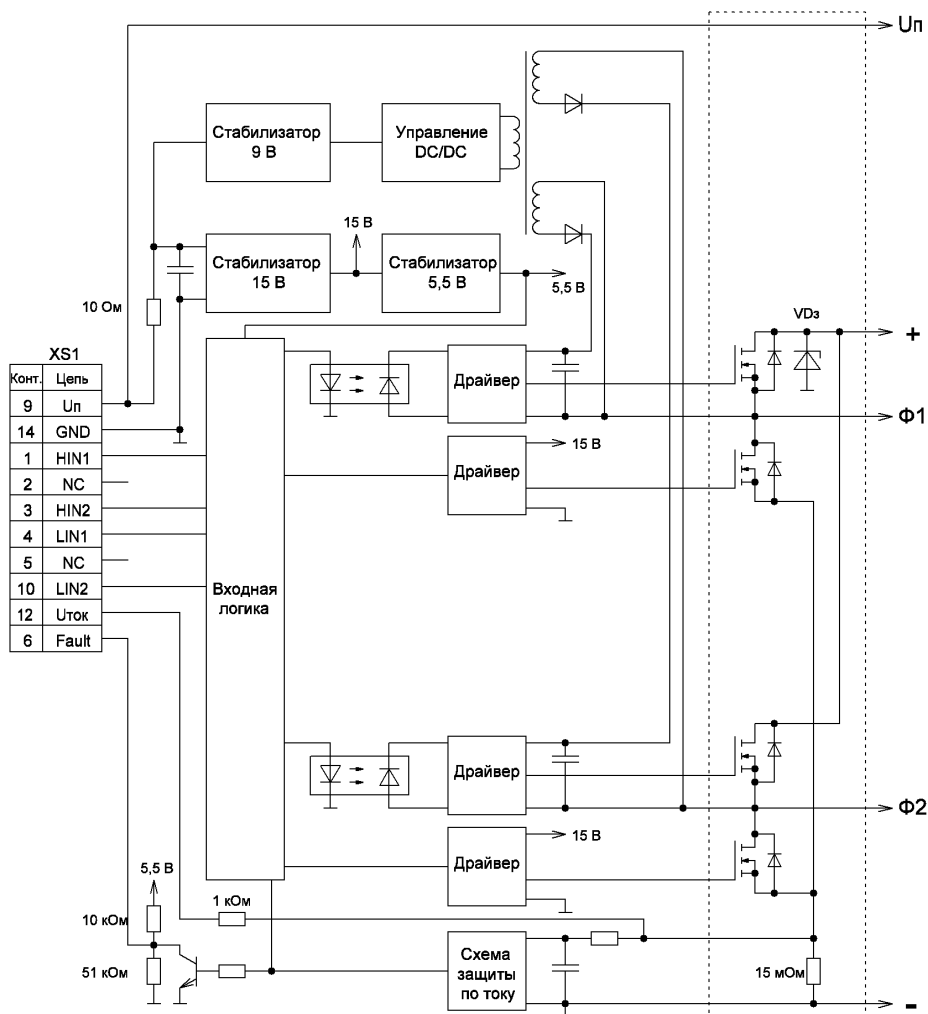
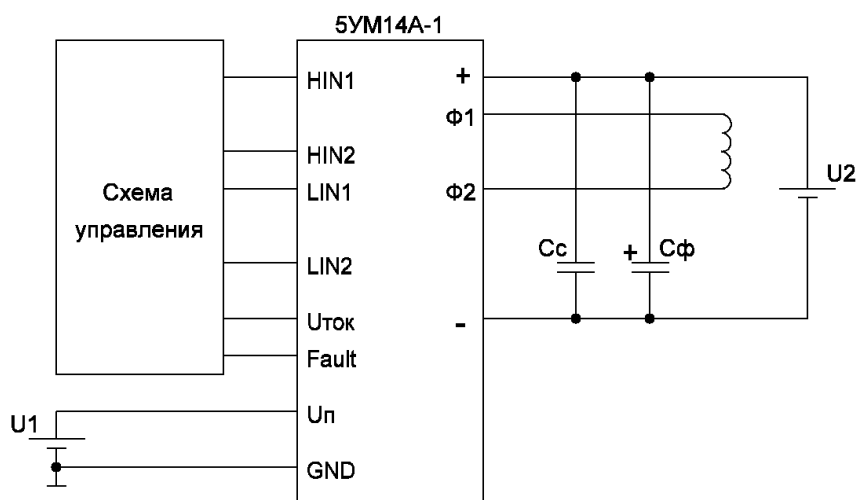

Рисунок 1.1 – Структурная схема модуля 1УМ14А-1
Рисунок 3.1 – Схема включения модуля 1УМ14А-1
3.9 Выводы «+» и «-». Выводы подключения силового питания инвертора модуля. Между данными выводами в модуле установлен ограничитель напряжения «VDз» (см. рисунок 1.1) с номинальным пробивным напряжением 150 В. Для корректной работы модуля необходима установка непосредственно на выводы «+» и «-» снабберного конденсатора «Сс» (см. рисунок 3.1) типа К73-17 номинальной ёмкостью 0,1...0,33 мкФ х 160 В. На расстоянии не более 0,2 м через провод сечением не менее 2 мм2 рекомендуется установить конденсатор фильтра «Сф» ёмкостью (200...1000) мкФ.